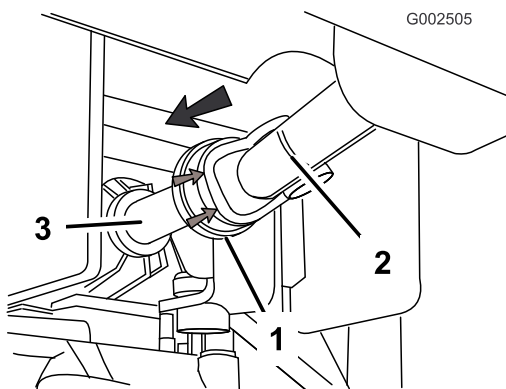

Figure 22
- Tirez la gaine en caoutchouc en arrière à l'avant de l'arbre d'entraînement de PDF (Figure 22).
- Posez l'arbre d'entraînement sur l'arbre de sortie de PDF (Figure 22).